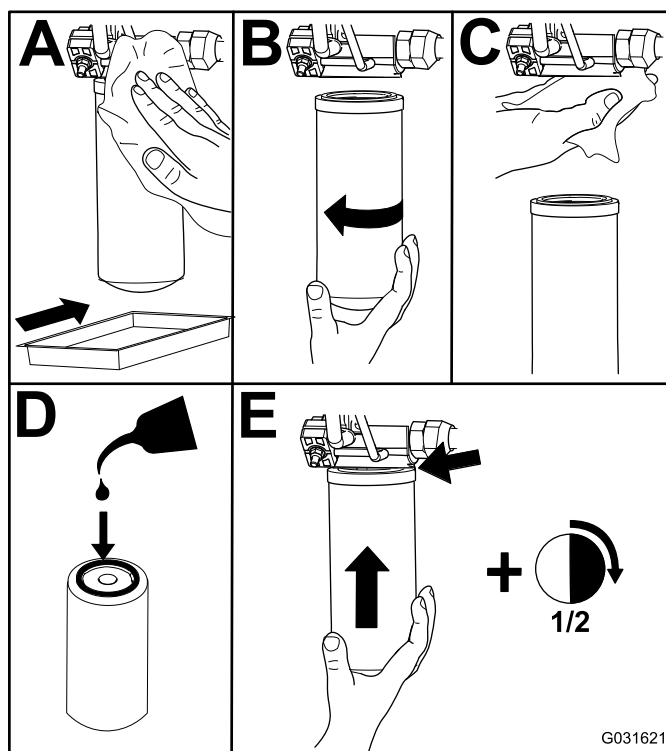

Figure 76
- Remplacez les filtres hydrauliques (Figure 76).